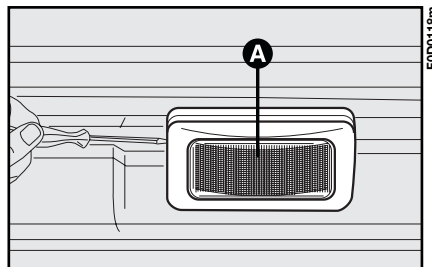

Abb. 31
1) Mit einem Schraubenzieher die durch Druck eingesetzte Plastikabdeckung **A**, Abb. 31, wie in der Abbildung gezeigt, entfernen;